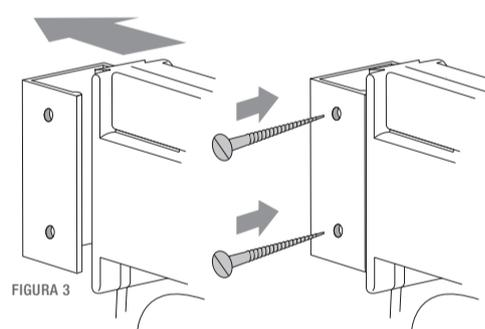

FIGURA 3
- 1) Unir el sujetador (B) al cartel señalizador (A) tal como se indica en la figura 3 teniendo en cuenta que el cable de alimentación debe quedar por arriba